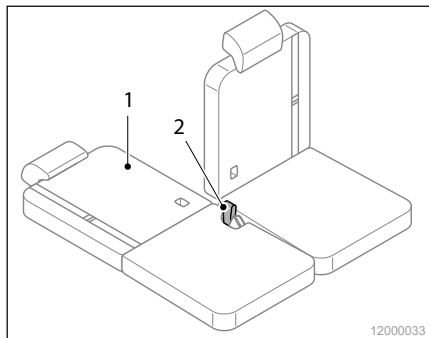

Abb. 16 Rückenlehnen
1. Ziehen Sie an den Rückenlehnen (Abb. 16/1) die Schlaufe (Abb. 16/2) und klappen Sie die Rückenlehnen nach hinten in die gewünschte Liegeposition ab.